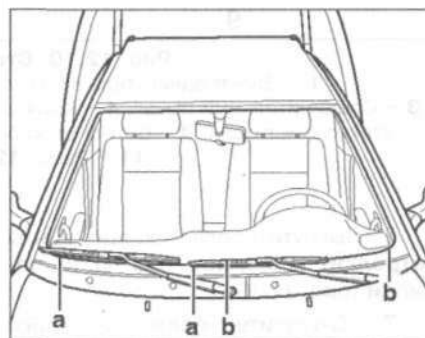

Рис. 12.17. Регулировка положения рычагов стеклоочистителя:
15. Отрегулируйте положение рычагов стеклоочистителя (рис. 12.17).